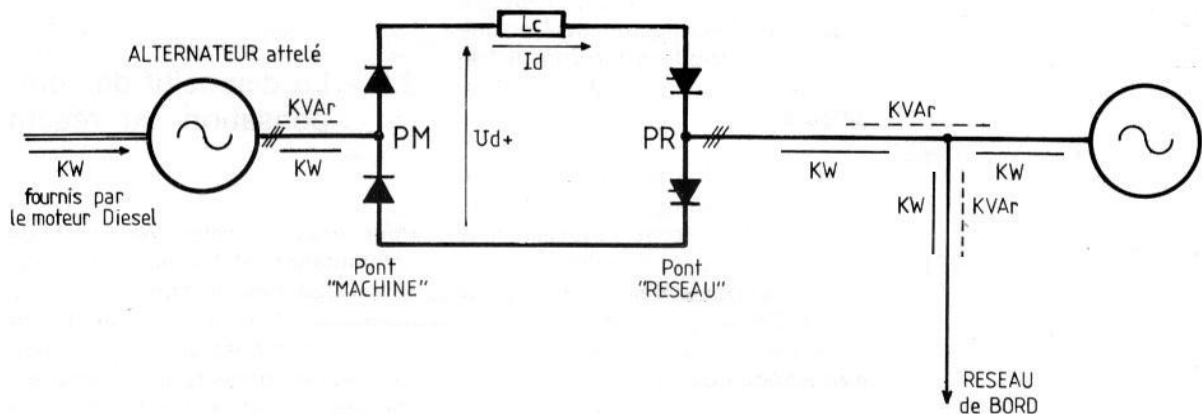

Figure 4: Schéma de production du bord en route libre
- 7) En route libre, l'alternateur attelé est mis en service et tous les moteurs Diesel des générateurs auxiliaires sont débrayés. Le réseau du bord comporte de nombreux moteurs asynchrones qui entraînent des compresseurs frigo. Pouvez vous expliquer, pourquoi au moins un des alternateurs des générateurs auxiliaires, représenté à droite de la figure 4, reste-t-il couplé au réseau dans cette configuration? Expliquer son utilité et son fonctionnement.
- 8) Compléter les flèches KW et KVAR sur le schéma suivant (figure 4) pour indiquer le sens des transferts de puissance active et réactive. Le pont PM est à diodes alors que le pont PR est « tous thyristors ».
- 10) Dans le cas de la figure 4, comment contrôle-t-on la tension U_d de la boucle de courant continu ?